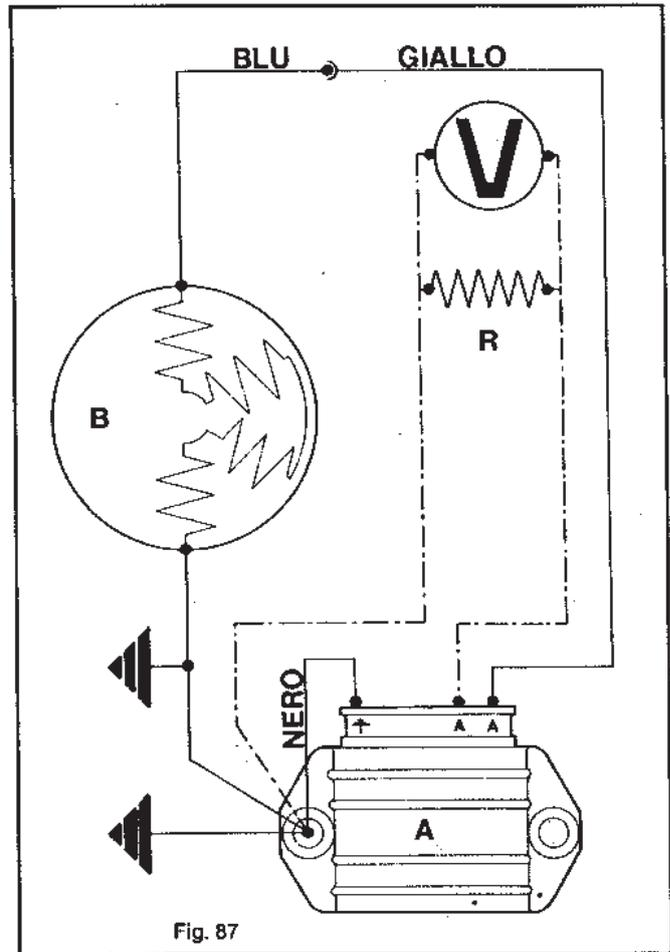

Fig. 87
Controllo regolatore di tensione (versione priva di A.E. fig. 87)
- 1) Rimuovere dal veicolo efficiente che viene utilizzato per la prova, il regolatore di tensione preesistente e montare (vedi schema dei collegamenti fig. 87) quello da controllare senza però collegare il terminale che unisce i cavetti grigi escludendo in questo modo i carichi lampada, che in caso di regolazione difettosa potrebbero fulminarsi.